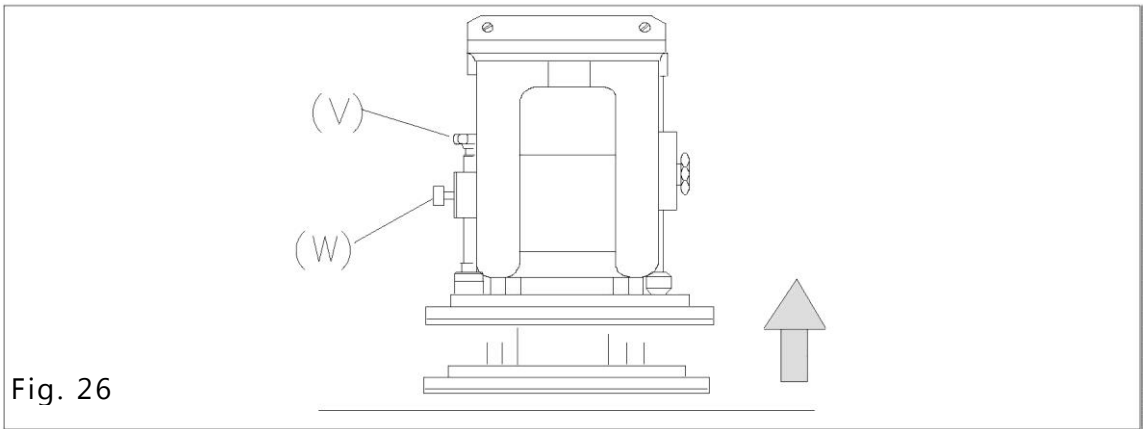

Fig. 26
- f) allentare la vite di serraggio (W) e ruotare in senso orario il volantino (V) per arrestare la corsa della piastra di livellamento, poi serrare la vite (W) (Fig. 26)